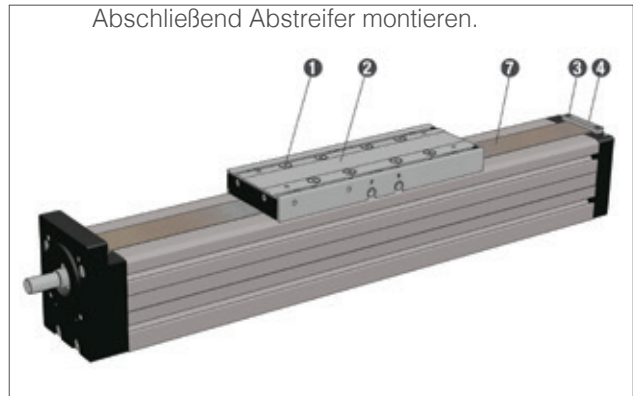

Bild 4.13 — Austausch Abdeckband
Für den Austausch des Abdeckbandes an Linearachsen der Baureihen AXC sind die nachfolgenden Schritte entsprechend Bild 4.13 bis 4.17 einzuhalten:
1. Schrauben **1** demontieren und Tischplatte **2** entfernen (Bild 4.13) (entfällt bei AXC100).